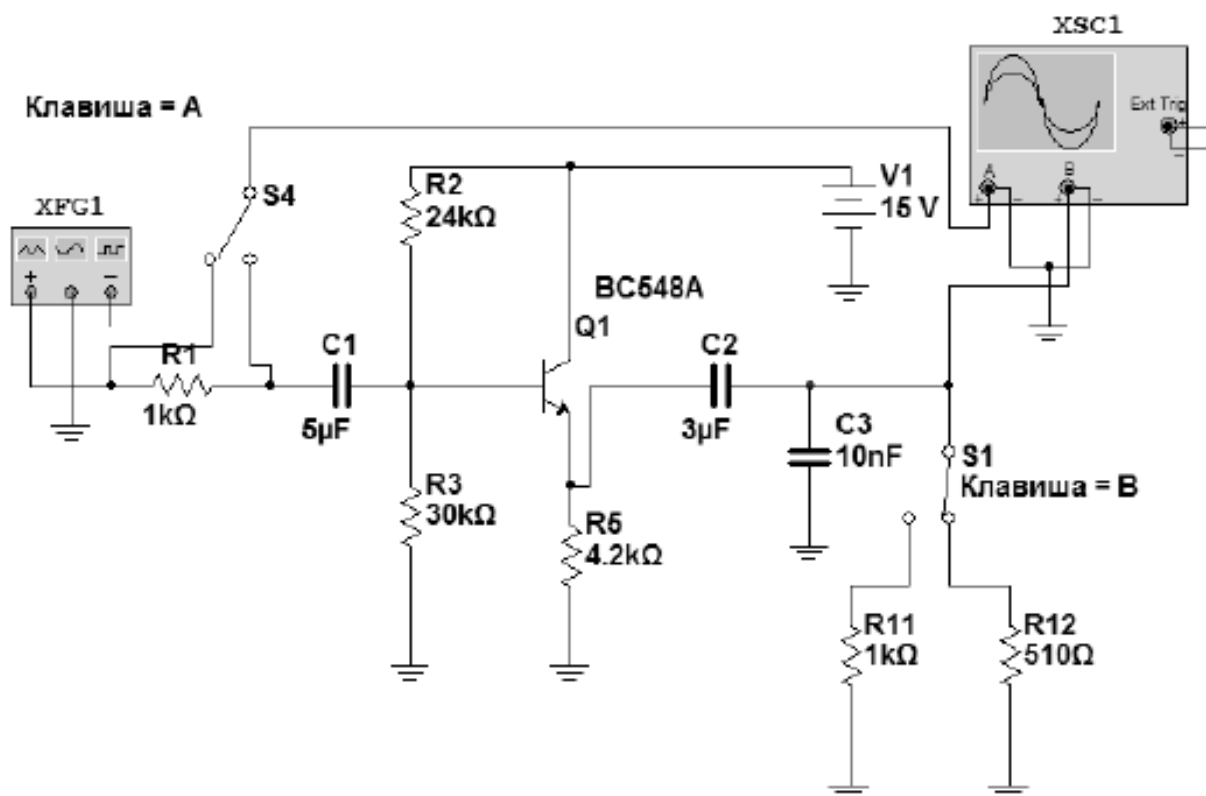

Рис. 2.2. Принципиальная схема эмиттерного повторителя
3.5. Снять амплитудно-частотные характеристики эмиттерного повторителя, измерить его выходное и входное сопротивления (рис. 2.2).